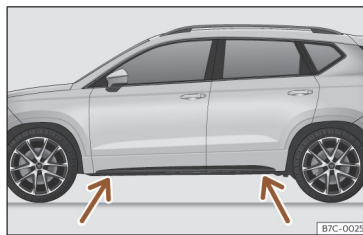

Fig. 211 Points de prise du cric.
- Recherchez sur le bas de caisse la marque du point d'appui du cric (zone renforcée) le plus proche de la roue à changer >>> **fig. 211**.